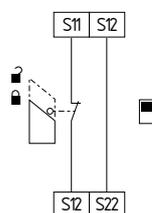

Fig. 10
**Circuito de monitorización de un resguardo de seguridad de un solo canal con dispositivo de seguridad con enclavamiento según ISO 14119 (véase fig. 10)**